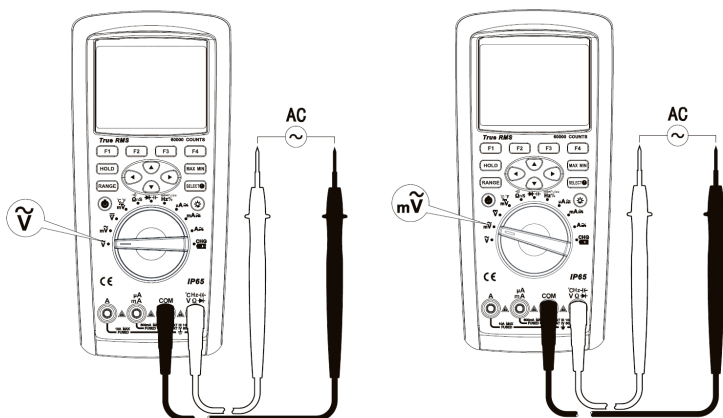

Figura 6
2. Posicione a chave rotativa para " **$\tilde{V}$** " (Valores de tensão em Volts) ou "**m $\tilde{V}$** " (Valores de tensão em mV) de acordo com a intensidade da tensão a ser medida, conforme **Figura 6**.